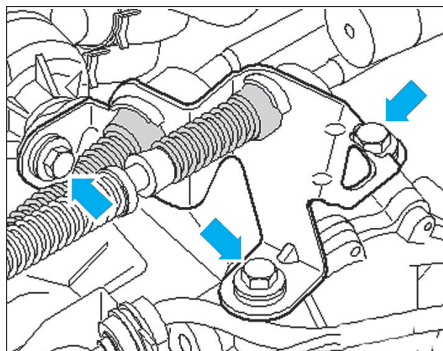

Fig. 12
- Déposer le support intermédiaire des câbles de commande de sélection de passage des vitesses (Fig.12).